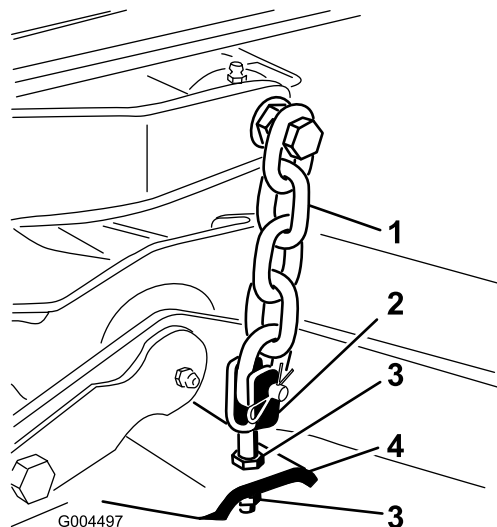

Figura 79
- Ajuste las contratuercas que fijan las horquillas/cadenas de la parte trasera de la carcasa para elevar la parte trasera, hasta que la inclinación de las cuchillas sea de 8 mm (Figura 79).